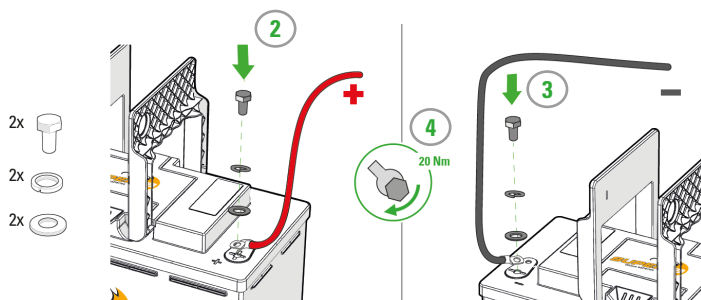

Figura 10. Collegare i cavi di alimentazione con i capicorda
2. Collegare il carico o il caricabatterie al terminale X2 (+) della batteria agli ioni di litio. (Figura 10)
3. Collegare il terminale X1 (-) della batteria agli ioni di litio. (Figura 10)